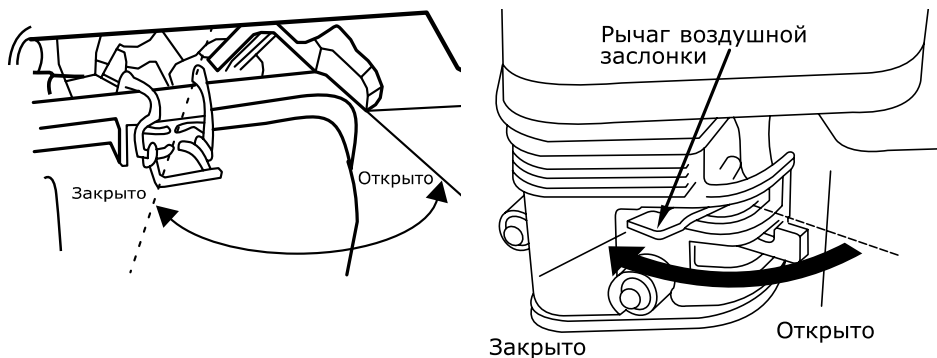

**Рис. 11. Топливный кран**
**6.** Поверните топливный кран в положение «Открыто» (рис. 11).
- Перекройте топливный кран, установив его в положение «Закрыто» (рис. 11).